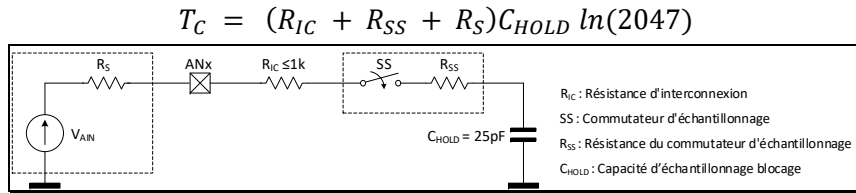

Figure 38
- L'échantillonnage blocage (sample and hold). Cette opération consiste à connecter l'entrée à convertir à un condensateur, qui va se charger à travers une résistance jusqu'à la tension appliquée. Le temps nécessaire au charge complet du condensateur est appelé temps d'acquisition T_{ACQ} (Figure 38).
$-V_{DD} + 7$. Microchip recommande que la résistance de la source (R_S) devra être inférieure ou égale à $2,5\text{ k}\Omega$ (Figure 38). Le temps de charge du condensateur est donné par l'expression suivante :